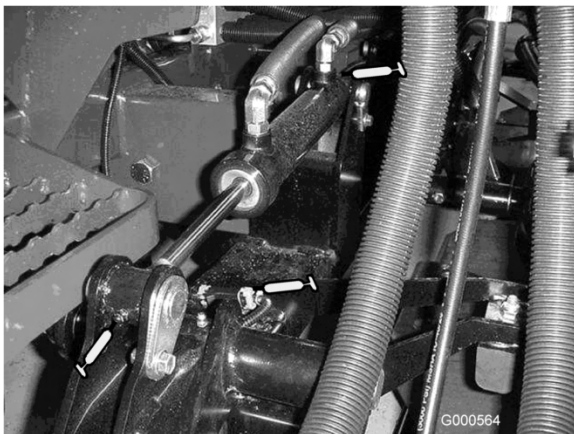

Figura 27
- Casquillos de los brazos de elevación (1 por plataforma) (Figura 27).
- Casquillos de los cilindros de elevación (2 por plataforma) (Figura 27).